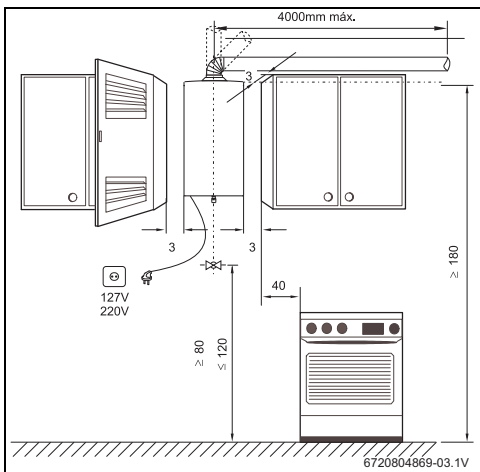

Fig. 7 Distâncias mínimas
- ▶ Respeitar as distâncias mínimas indicadas na Fig. 7.